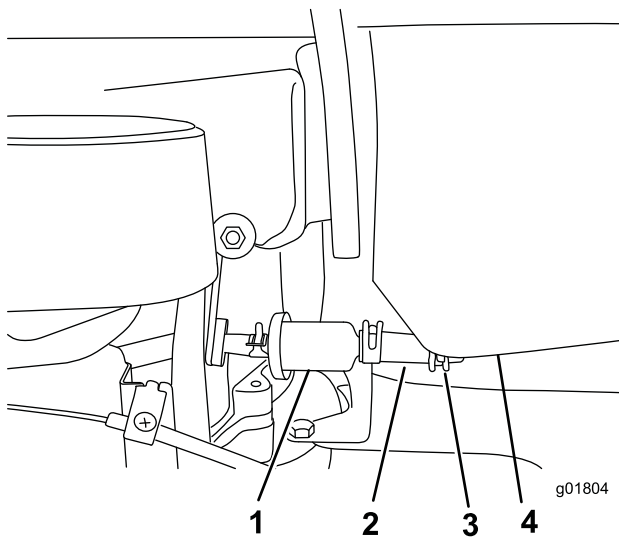

Figura 6
1. Clip de plástico del depósito de combustible (2)
3. Coloque la abrazadera sobre el tubo de combustible del filtro de combustible (Figura 6).
- Deslice el extremo del tubo de combustible sobre el acoplamiento del depósito de combustible (Figura 6).
- Sujete el tubo de combustible al depósito de combustible con la abrazadera (Figura 6).